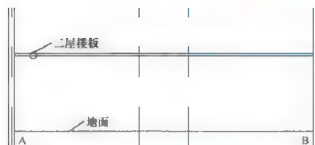

图 4.88 偏移生成地面和二层楼板
(2) 依次将该线向上偏移 600mm (室内外高差)、3180mm (楼板下表面至一层室内地坪的距离) 和 120mm (楼板的厚度)，这样就偏移生成一层地面和二层楼板，最后删除 AB 线，结果如图 4.88 所示。
(3) 将图 4.88 所示的楼板修改成图 4.89 所示的状态。